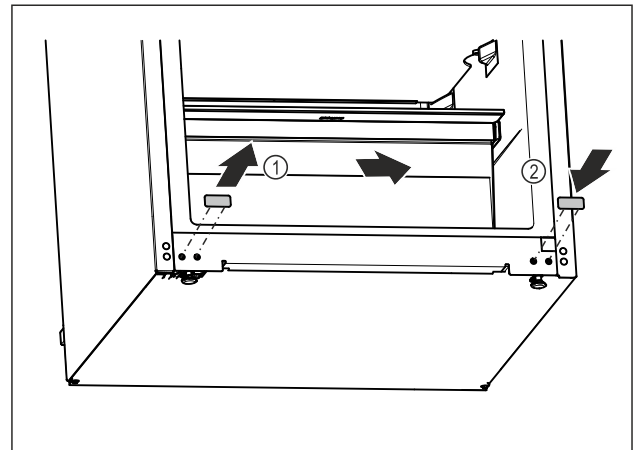

Fig. 21
- ▶ Trek de afdekdop eruit. Fig. 21 (1)
- ▶ Plaats de afdekdop aan de andere kant. Fig. 21 (2)